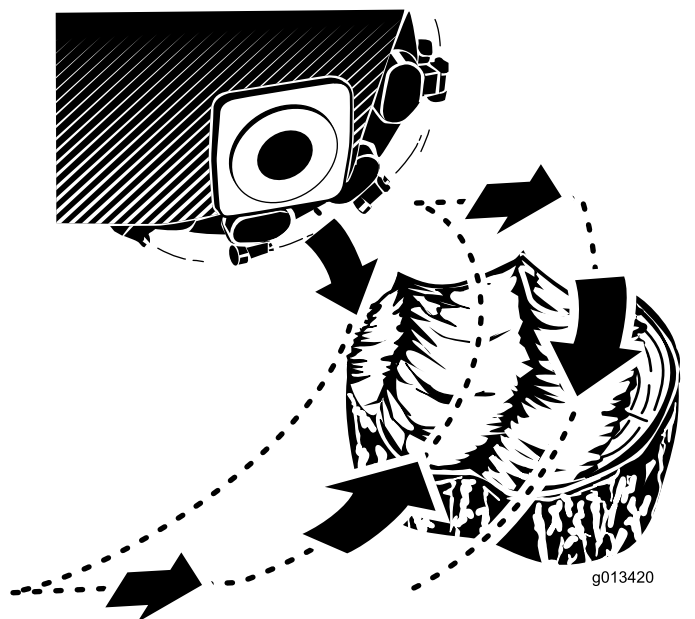

Figura 17
2. Utilizzate la leva di comando del fresa ceppi e il comando della trazione per posizionare il fresa ceppi sul lato della parte anteriore del ceppo, circa 2,5 cm sotto la superficie (Figura 17).
4. Utilizzate la leva di comando per spostare lentamente il fresa ceppi attraverso la parte anteriore del ceppo, provocando una miriade di trucioli (Figura 17).
5. Spostate la macchina di pochi centimetri e ripetete il passaggio 4 (Figura 17).
6. Ripetete i passaggi da 4 a 5 fino a tagliare interamente la parte del ceppo (Figura 17).